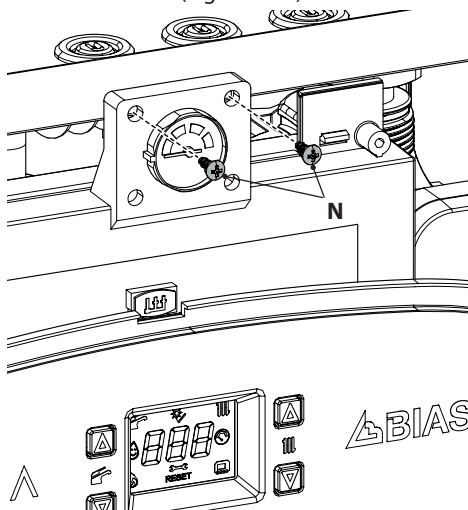

Figura 5.19
- Svitare le viti **N** (Figura 5.19).